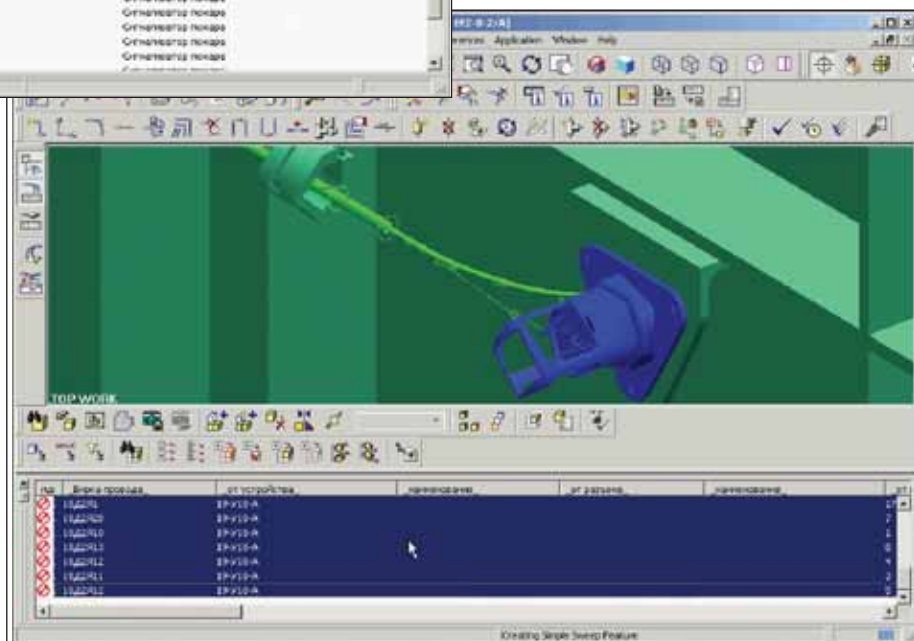

Рис. 9
- прокладывание проводов, содержащихся в "Перечне соединений" (полученном из САПР ElectriCS), в автоматическом режиме (рис. 9);